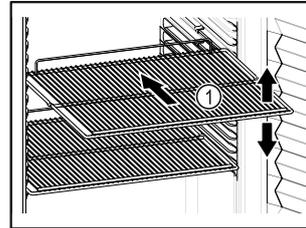

Fig. 53 Immagine a titolo di esempio
- Se è possibile spostare i ripiani Fig. 53 (1), regolarli in altezza.